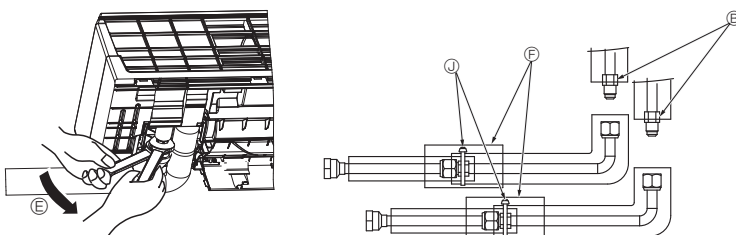

Fig. 3-13
- (6) Orienter le connecteur en forme de L dans le sens de sortie des tuyaux et le serrer à l'aide de deux clés. (Fig. 3-13)